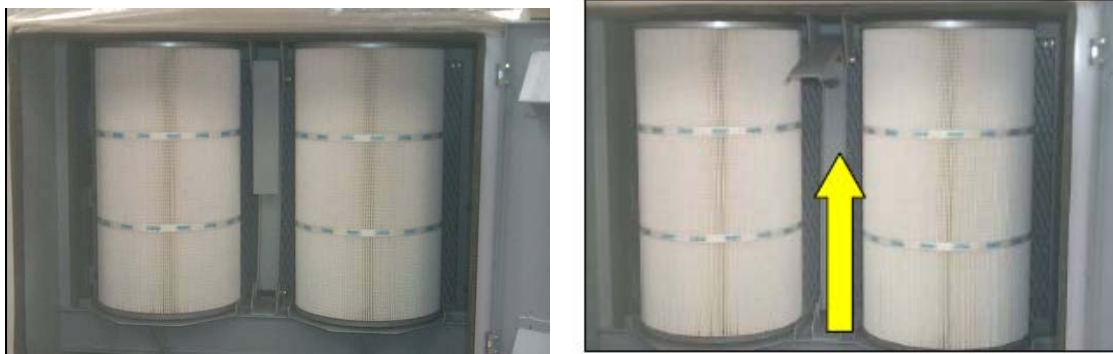

Рисунок 17
- Поднимите предохранительный рычаг к горизонтальному рычагу (см. рисунок 17)